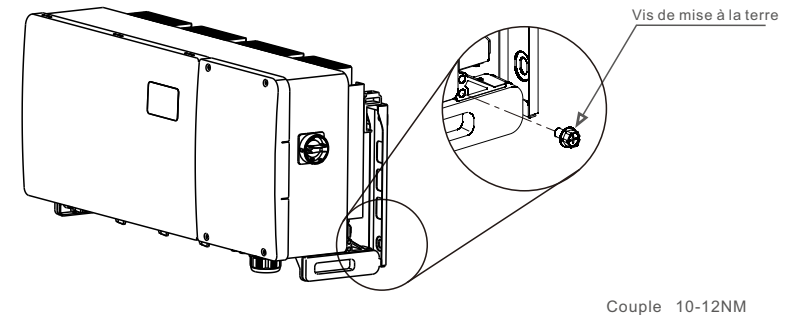

Figure 3.17 Câble fixe
- 6) Connectez le câble de mise à la terre au point de mise à la terre du dissipateur thermique et serrez la vis de mise à la terre. Le couple est de 10-12 Nm (voir figure 3.17).